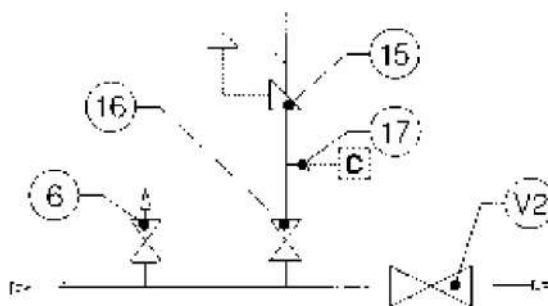

Рис. 8
3.3.2 УСТАНОВКА С ЗАПОРНЫМ КЛАПАНОМ (РИС. 8)